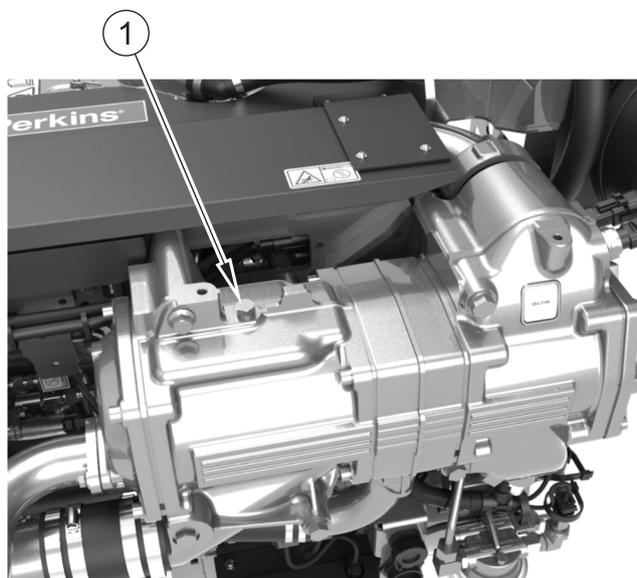

Abbildung 4
4. Entfernen Sie die Ablassschraube (Abbildung 4, Nummer 1) von der Oberseite des Wärmetauschers.